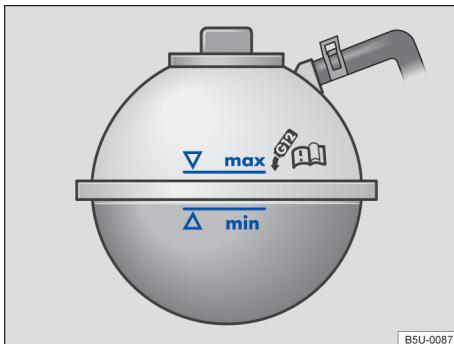

Fig. 130 No compartimento do motor: marcação no reservatório de expansão do líquido de arrefecimento do motor.
- Com o motor frio, verificar o nível do líquido de arrefecimento do motor pela marcação lateral do reservatório → Fig. 130.
- Reabastecer somente com líquido de arrefecimento do motor **novo** e de acordo com a especificação da Volkswagen (→ Página 177) → ①.
- O nível do líquido de arrefecimento do motor deve permanecer dentro da marcação do reservatório → Fig. 130. **Não completar acima da marca "max"** → ①!
- Se em caso de emergência não houver à disposição o líquido de arrefecimento do motor dentro da especificação exigida, não utilizar nenhum outro aditivo do líquido de arrefecimento do motor! Em vez disso, completar somente com **água destilada** → ①. Depois disso, a mistura com a proporção correta de aditivo do líquido de arrefecimento do motor → Página 177 deve ser reestabelecida o mais rápido possível.
- Completar com líquido de arrefecimento do motor somente até a marca "max" → Fig. 130. Caso contrário, ao aquecer-se, o líquido excedente será expulso do sistema de arrefecimento do motor e poderá causar danos.